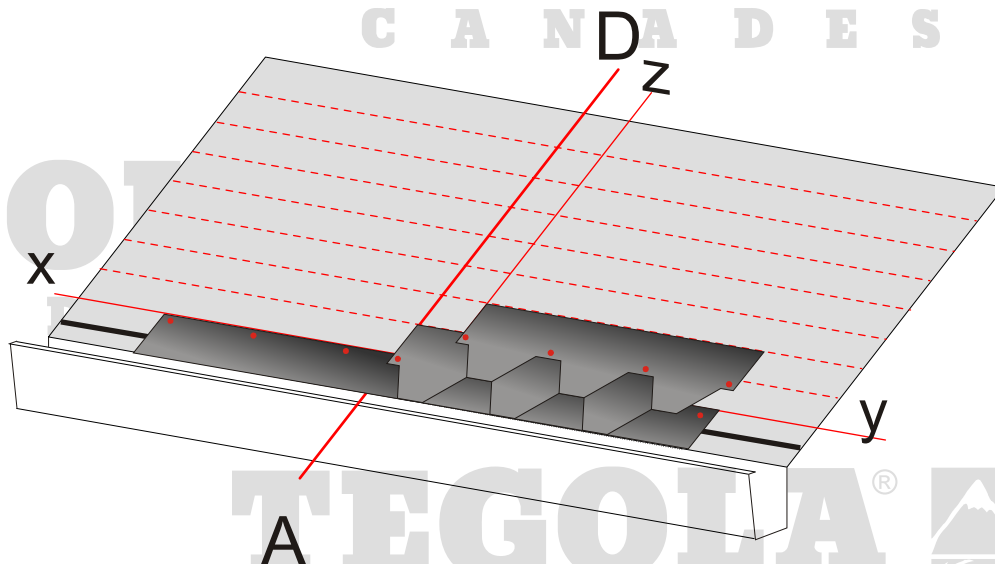

Abb. 4 - Versetzte Verlegung von 2 Schindeln
- Die erste Reihe der Schindeln wird an die Gerade AD ausgerichtet (Abb.4);
- Die zweite Reihe wird an die Linie  $z$  ausgerichtet (Abb.4);